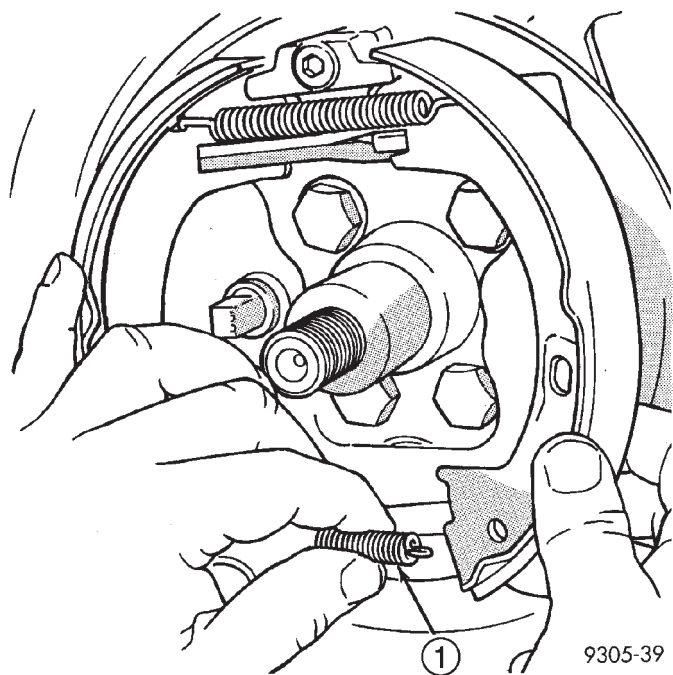

Fig. 24 Muelle de retroceso inferior de zapata de freno
(11) Retire el muelle inferior de zapata a zapata (Fig. 24).
(3) Instale el muelle de retroceso inferior de zapata a zapata (Fig. 24).